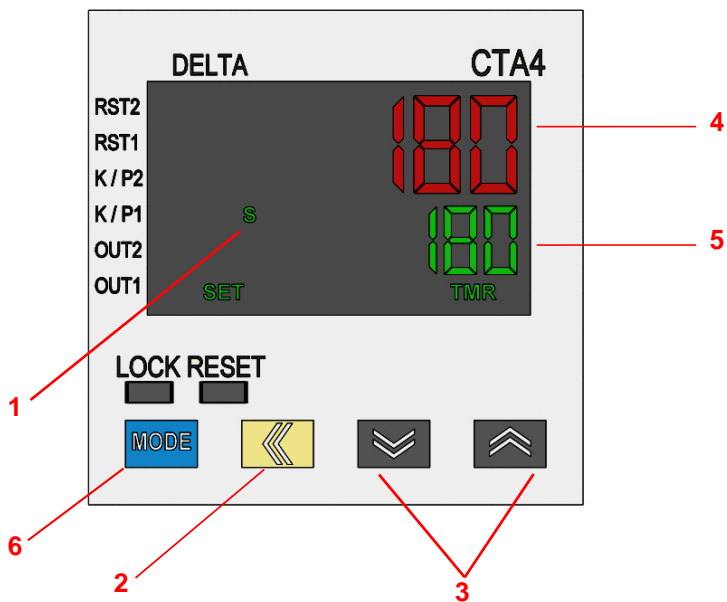

Figura 9
3. Prima o botão da seta esquerda, amarela, (Item 2, Figura 9) para entrar no modo de configuração. O primeiro dígito da coluna direita do Set Value Display (Valor definido no visor) (Item 5, Figura 9) começa a piscar.
4. Prima os botões das setas CIMA ou BAIXO (Item 3, Figura 9) para definir o primeiro dígito da coluna selecionada.
7. Depois de ver o valor de tempo definido no visor, prima o botão de MODO azul (Item 6, Figura 9) para definir o tempo.